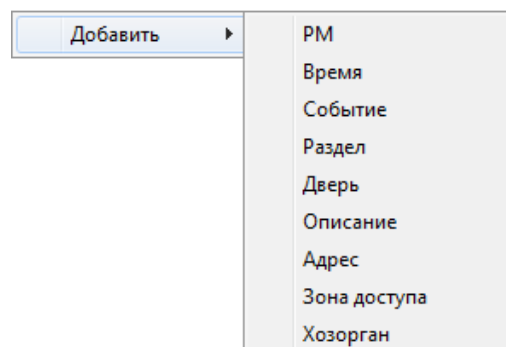

Рисунок 8-61 Добавление элементов фильтра через контекстное меню панели дополнительного фильтра
- Либо нажать на области фильтра правой клавишей мыши и выбрать в контекстном меню тип добавляемого элемента фильтра (см. Рисунок 8-61), а затем ввести текст элемента вручную (см. Рисунок 8-62).